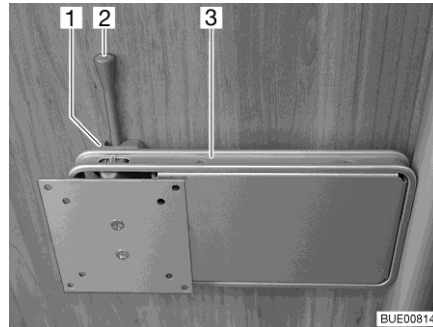

Bild 109 Fäste på pelare
- Tryck låsspaken (Bild 109,2) åt sidan och sväng fästet (Bild 109,3) med den platta bildskärmen till önskat läge.
- Vrid tillbaka den platta bildskärmen tills fästet (Bild 109,3) hakar fast i låset (Bild 109,1).